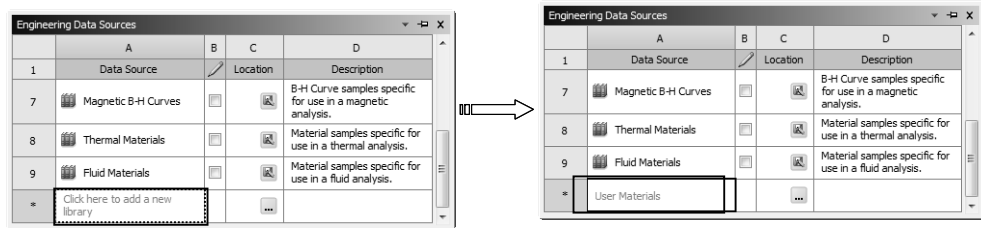

图 3-14 输入新数据库名称
- 2) 在 Engineering Data 应用程序窗口中任意位置单击鼠标右键，在弹出的快捷菜单中选择【Engineering Data Sources（工程数据源）】命令，在出现的【Engineering Data Sources（工程数据源）】窗口中单击【Click here to add a new library】选项，在空白处输入数据库名称（如 User Materials），如图 3-14 所示。